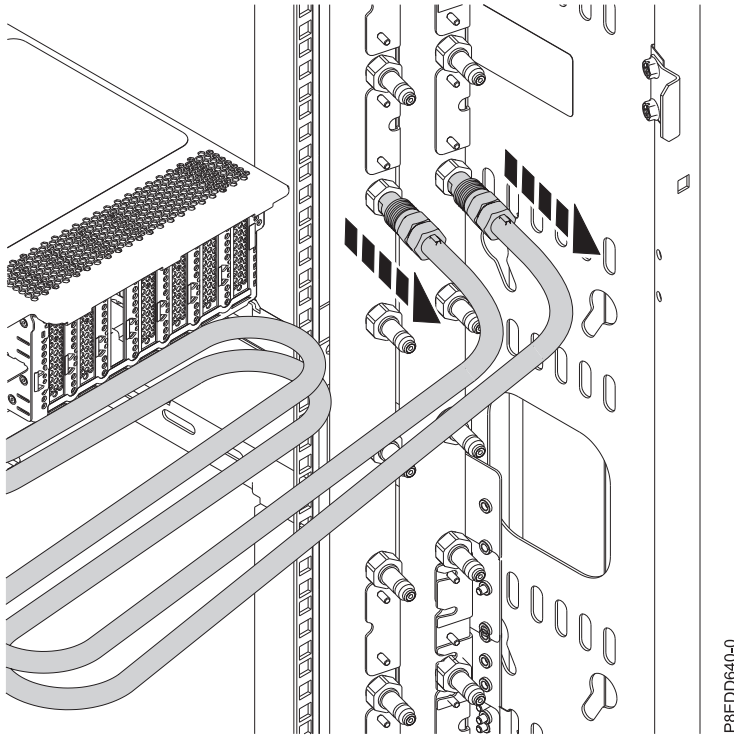

Figure 42. Débranchement des conduites d'eau
2. Dans le cas d'un système à refroidissement par eau, étiquetez et débranchez les conduites d'eau du collecteur. Tirez le raccord vers vous pour débrancher chaque conduite d'eau (voir figure 42, à la page 65).